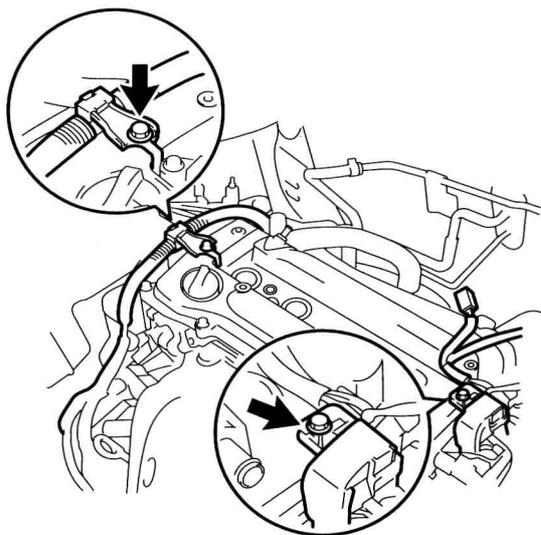

图 1-2 拆卸 2 个螺栓
(1) 拆卸 2 个螺栓并断开 2 根发动机导线，如图 1-2 所示。